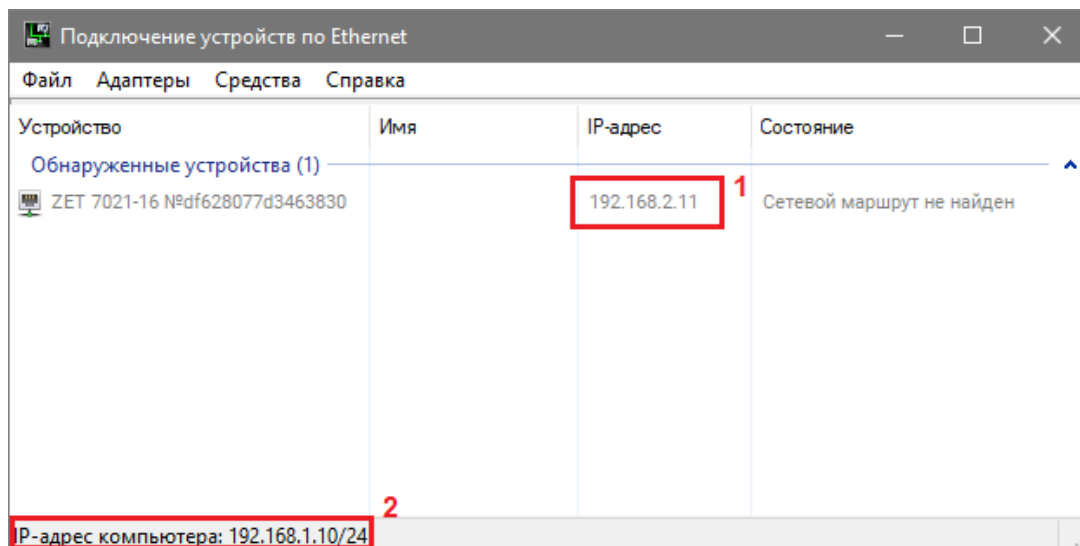

Рис. 3.1 Окно программы «Подключение устройств по Ethernet»
Для проверки IP-адреса модуля ZET 7021-16 на панели ZETLAB в меню «Сетевые программы» активируйте программу «Подключение устройств по Ethernet». В открывшемся окне программы «Подключение устройств по Ethernet» в столбце «IP-адрес» (1) указан сетевой адрес модуля (Рис. 3.1). Сетевой адрес компьютера отображается в нижней части окна программы «Подключение устройств по Ethernet» (2).